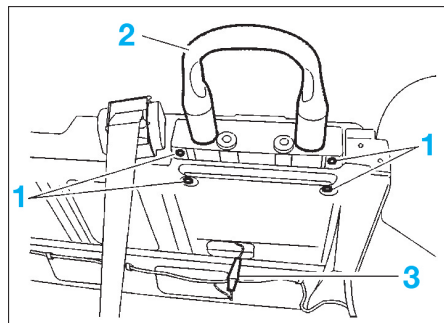

FIG. 15
- Déposer les vis de fixation (1) de l'arceau de sécurité arrière (2) (Fig.15).
- Débrancher le connecteur (3).